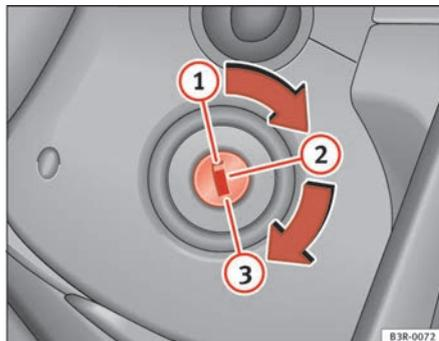

Fig. 140 Posições da chave
- Rode a chave para a posição  ⇒ página 172, fig. 140.